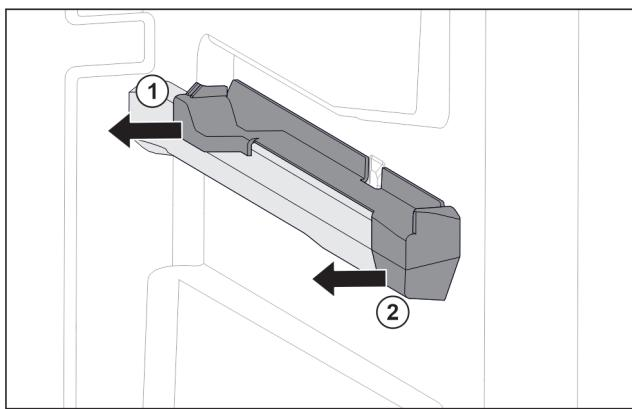

Fig. 47 Násuvný diel na pravom rebre nádoby
- Stiahnite násuvný diel vzadu do strany. Fig. 47 (1)
- Stiahnite násuvný diel vpredú do strany. Fig. 47 (2)